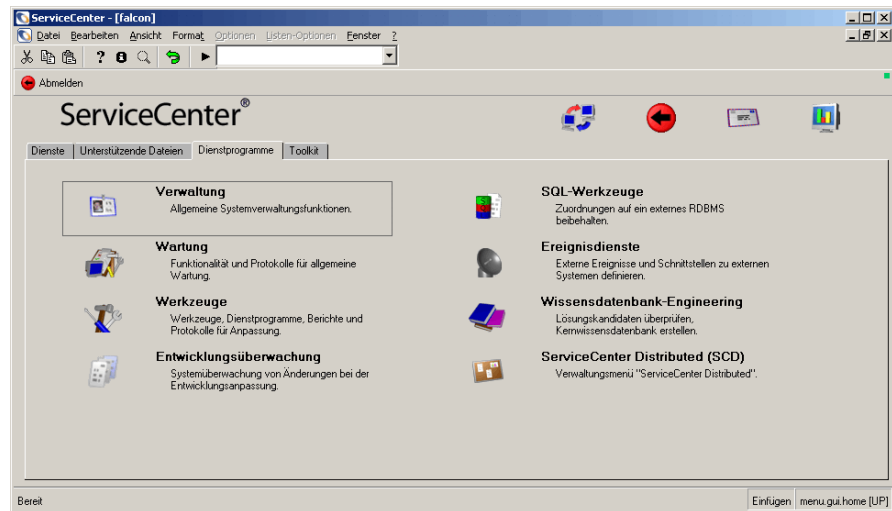

Abbildung 10-4: ServiceCenter-Startmenü: Register „Dienstprogramme“
- 1 Klicken Sie im ServiceCenter-Startmenü auf das Register **Dienstprogramme** (siehe Abbildung 10-4).